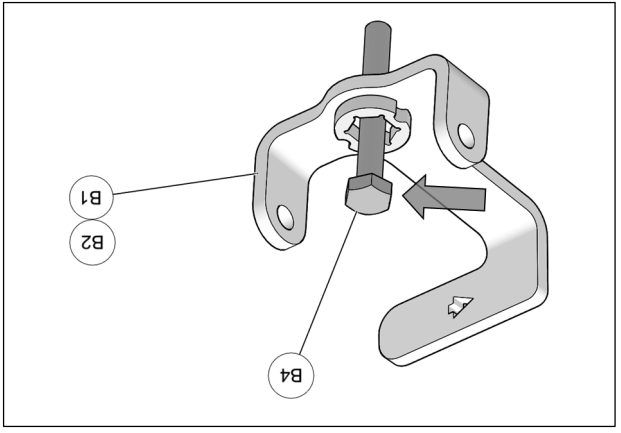

Fig. 4
4. Insérer les boulons M10x80 mm (B4) - fournis dans l'ensemble de pièces - dans chacun des ancrages (B1-B2), tel que montré à la Fig. 4